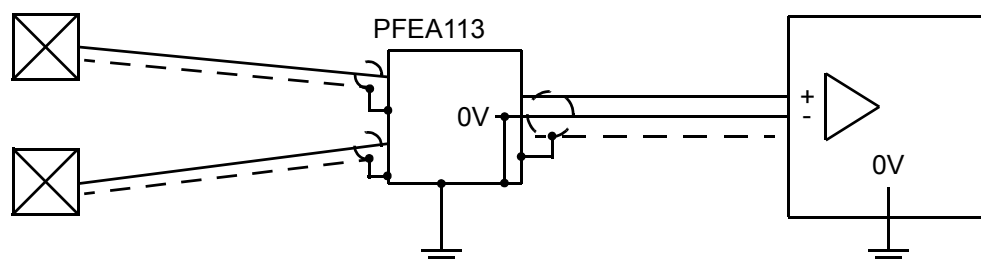
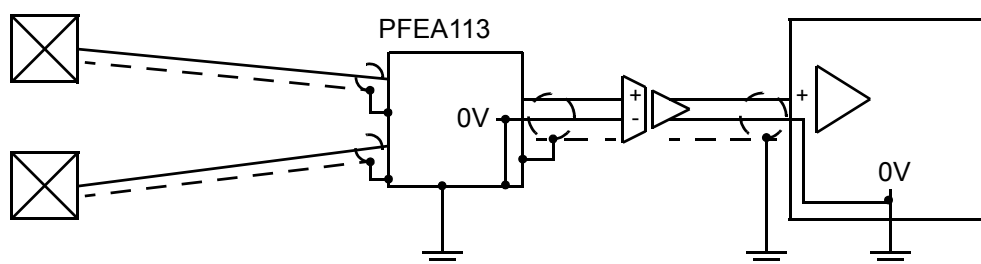

Figura 2-6. Conexão a um sistema superior com uma entrada isolada ou diferencial
Figura 2-7. Conexão a um sistema superior através de um amplificador de isolamento separado
- Como o terra de sinal do sistema de medição é conectado ao terra do chassi da unidade eletrônica, a entrada de um sistema superior conectado ao sistema de controle não deve ser aterrada. As melhores maneiras de interconectar o sistema de medição e um sistema superior para obter o melhor funcionamento estão mostradas na figura 2-6 e na figura 2-7.